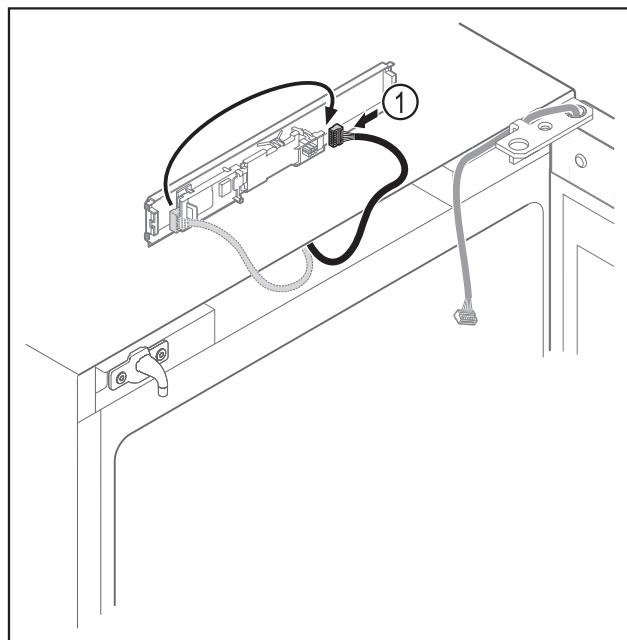

Fig. 13
- ▶ Flyt stikket Fig. 13 (1) på printkortet.